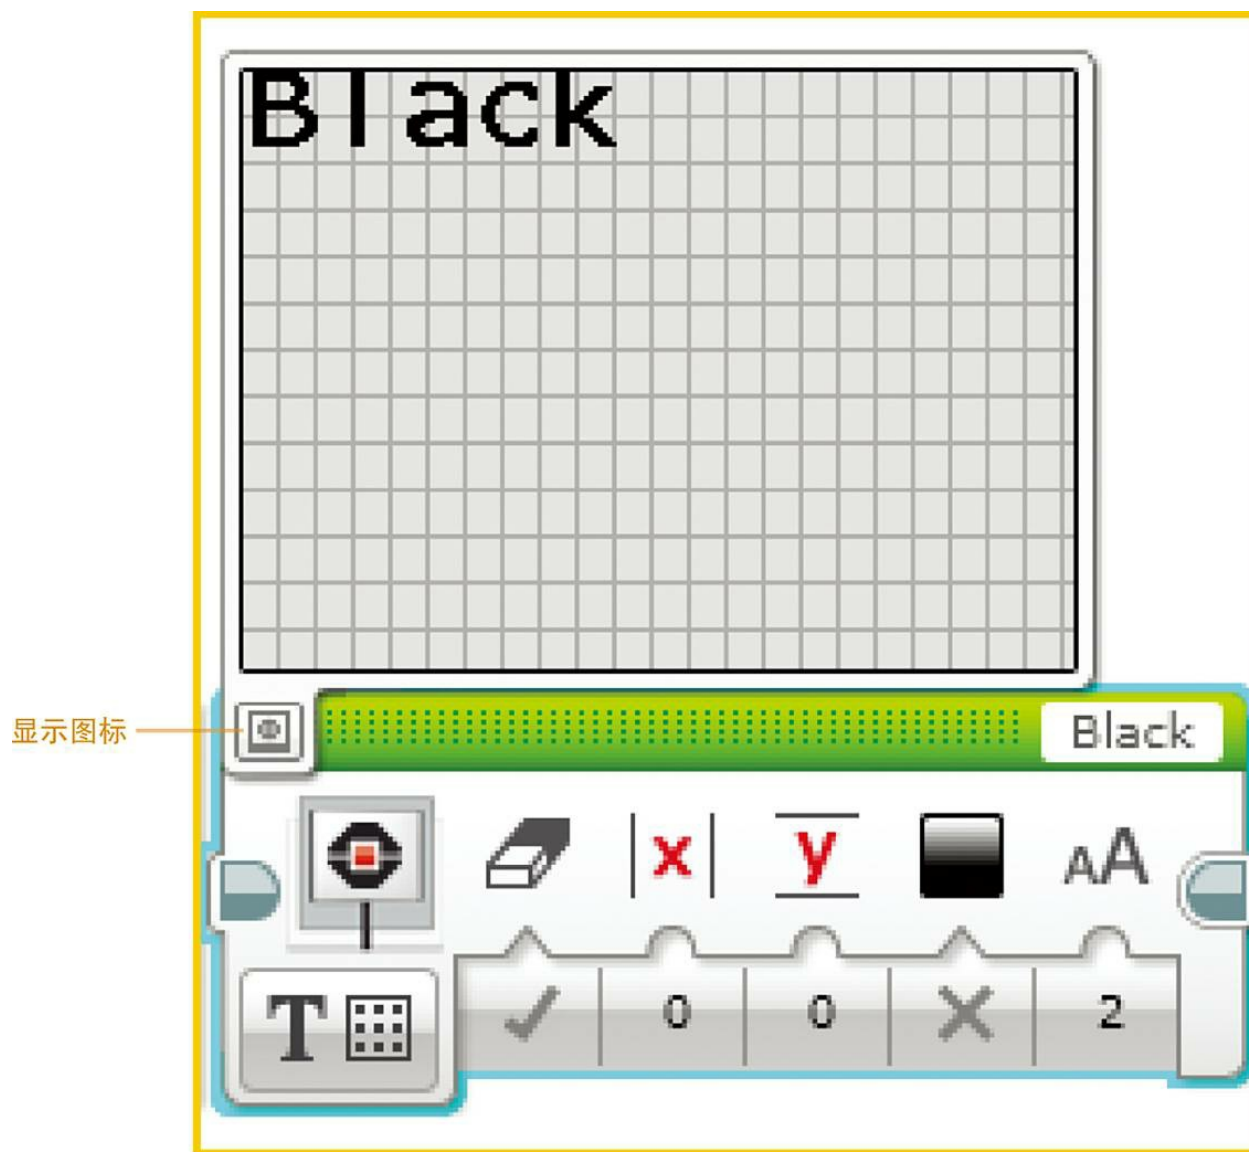

图8.27 显示预览
4. 单击模块左上角的小显示图标来测试你的文字会显示（如图8.27所示）。